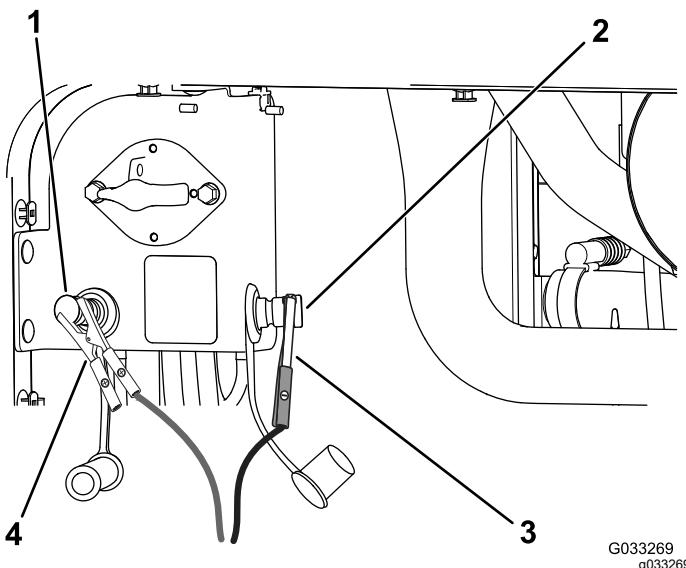

Figure 77
- Connectez le câble positif du chargeur de batterie à la borne positive de la batterie déchargée (Figure 77).
- Branchez le câble négatif du chargeur de batterie à la borne négative de la batterie déchargée (Figure 77).
- Quand les batteries sont chargées au maximum, débranchez le chargeur de la source électrique, puis débranchez les fils du chargeur des bornes de la batterie déchargée (Figure 77).